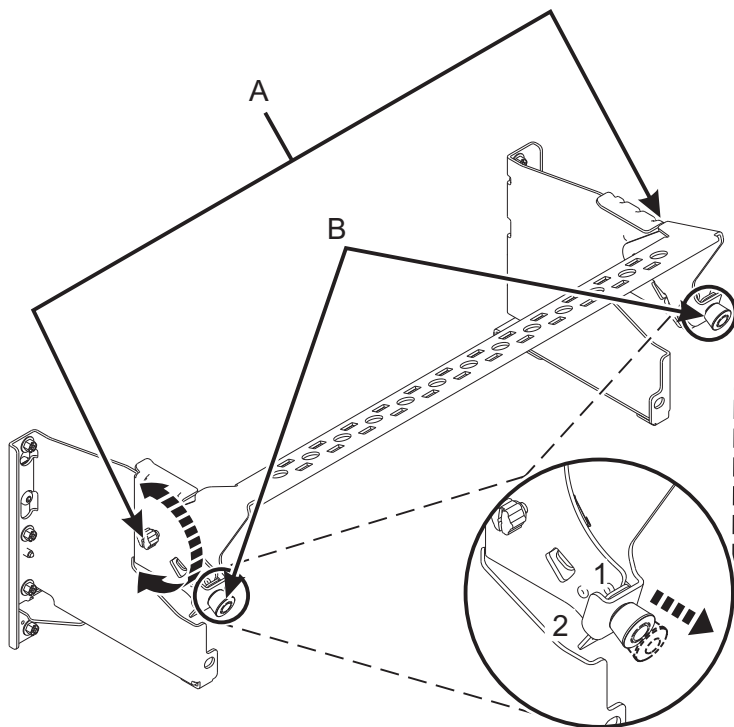

Figura 22. Col·locació de la peça de subjecció portacables en posició de servei
4. Poseu la peça de subjecció portacables a la posició de servei. Consulteu la Figura 22 a la pàgina 22.